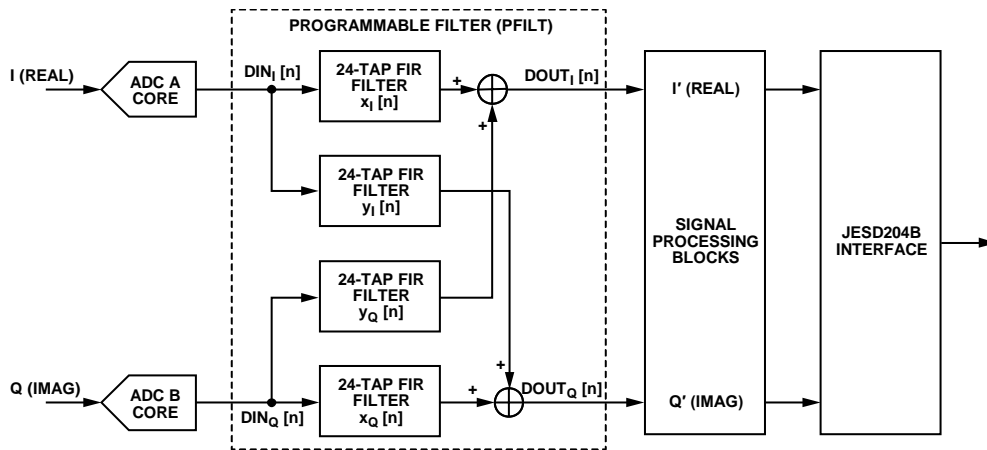

図 83. 24 タップ全複素フィルタ構成
- I/Q チャンネル用の 24 タップ実数フィルタ 4 個を使用した全複素フィルタ (図 83 参照)